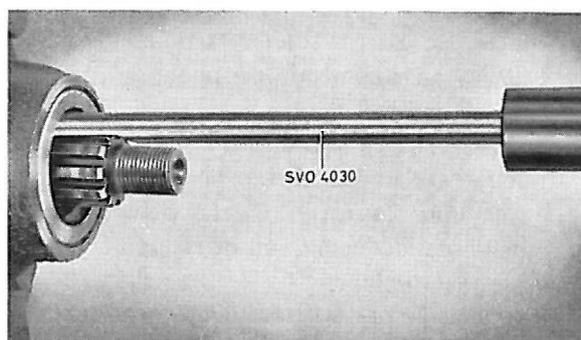
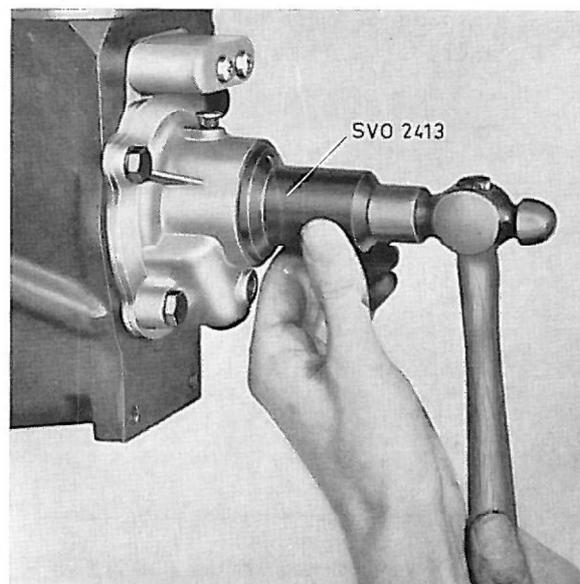

Fig. 14. Démontage de la bague d'étanchéité
Fig. 15. Mise en place de la bague d'étanchéité
3. Extraire l'ancienne bague d'étanchéité à l'aide de l'extracteur SVO 4030, voir Fig. 14. Monter la nouvelle bague d'étanchéité à l'aide de la douille SVO 2413, voir Fig. 15.